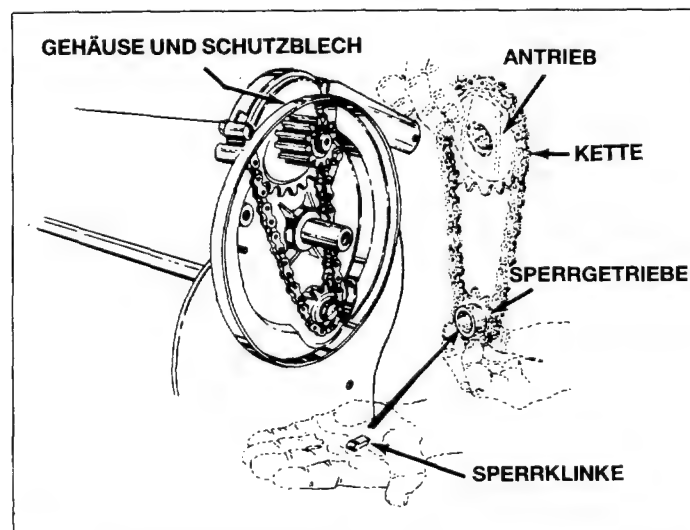

Bild 34
2. Gehäuse und Schutzblech sind bei der Wartung von Kette, Kettenrad und Mitnehmer zu entfernen. (Gehäuse und Schutzblech brauchen bei der Reinigung und Schmierung der Kette nicht abgenommen zu werden.) Siehe Bild 34 und 35.
4. Der Sperrkörper im Sperrgetriebe hat ein abgefastes und ein flaches Ende. Siehe Bild 34. Bei der Montage von Sperrgetriebe und Sperrklinke ist das Innere mit Fett zu füllen. Das Getriebe montieren und aufschrauben. Wenn die Bürsten nach beiden Richtungen rotieren, ist die Sperre falsch montiert. Wieder demontieren und umdrehen. Wenn die Bürste nur in eine Richtung rotiert, ist der Sperrkörper richtig eingesetzt.